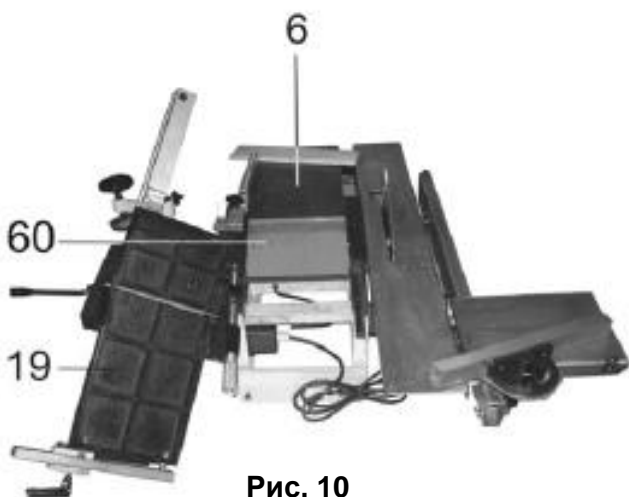

Рис. 10
- Оттяните ручку 21 (Рис. 1), поднимите подающий строгальный стол 19 (Рис. 1), отпустите ручку 21 (Рис. 1), оттяните ручку 61 (Рис. 11) и переведите в верхнее положение защитный кожух 60 (Рис. 10) так, чтобы защитный кожух строгального вала 60 (Рис. 10) опирался на строгальный приёмный стол 6 (Рис. 1) как
показано на Рис.10. Отпустите ручку 61 (Рис. 11). Оттяните ручку 21 (Рис. 1), установите в исходное положение подающий строгальный стол 19 (Рис. 1) ручкой 21 (Рис. 1), зафиксируйте положение строгального подающего стола 19 (Рис. 1).
- Переведите защитный кожух строгального вала 60 (Рис. 10) в нижнее положение для выполнения функции направляющей для стока стружки.
- Переведите в верхнее положение защитный кожух строгального вала 60 (Рис. 10).